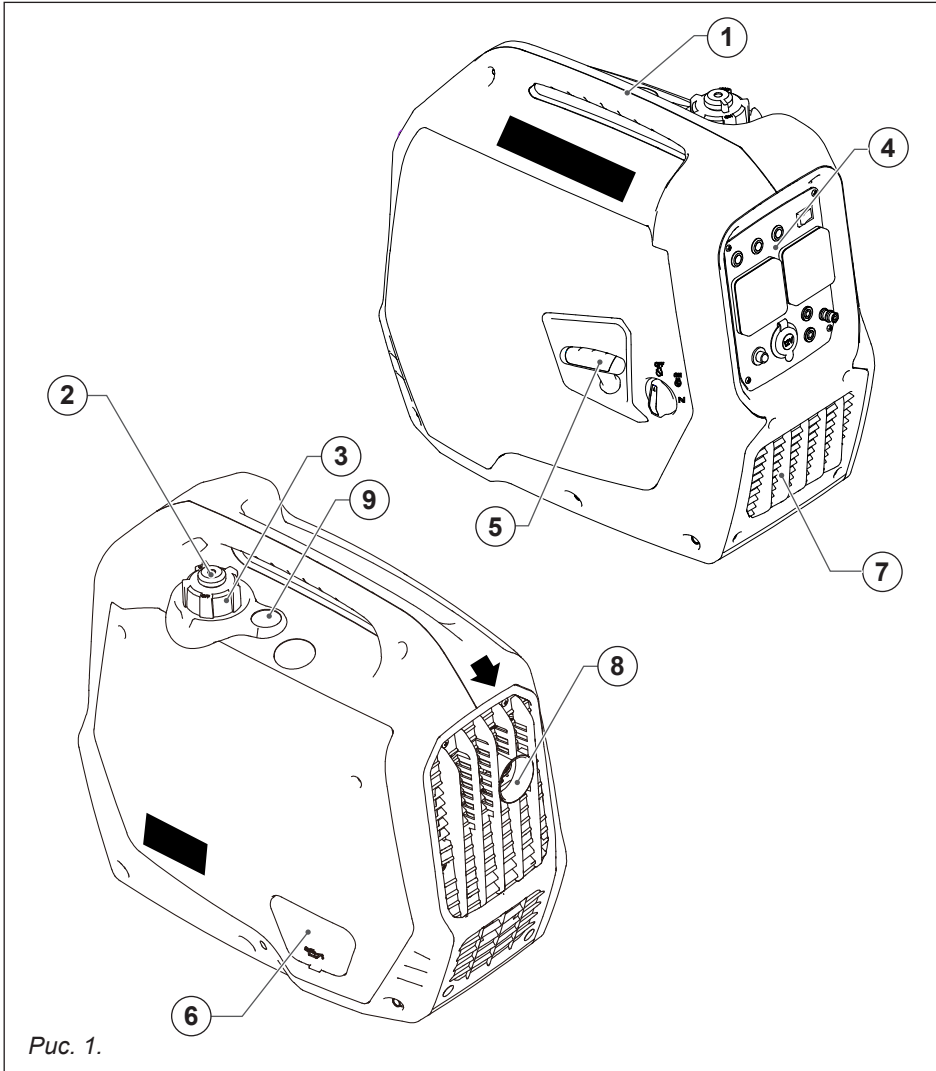

Рис. 1.
1. ОСНОВНЫЕ ЧАСТИ И УЗЛЫ ГЕНЕРАТОРА (рис. 1)